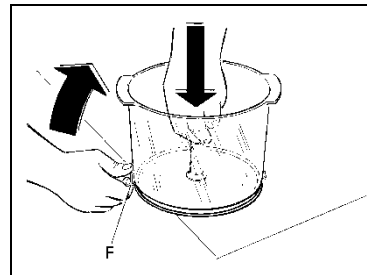

Fig. 4
- **A**poie el recipiente A sobre una superficie plana (fig. 4), sujete con una mano la varilla central y con la otra tire hacia fuera la palanca F (fig 4) a fin de poder desmontar la cubeta en el fondo inox y cilindro de plástico transparente que la integran.